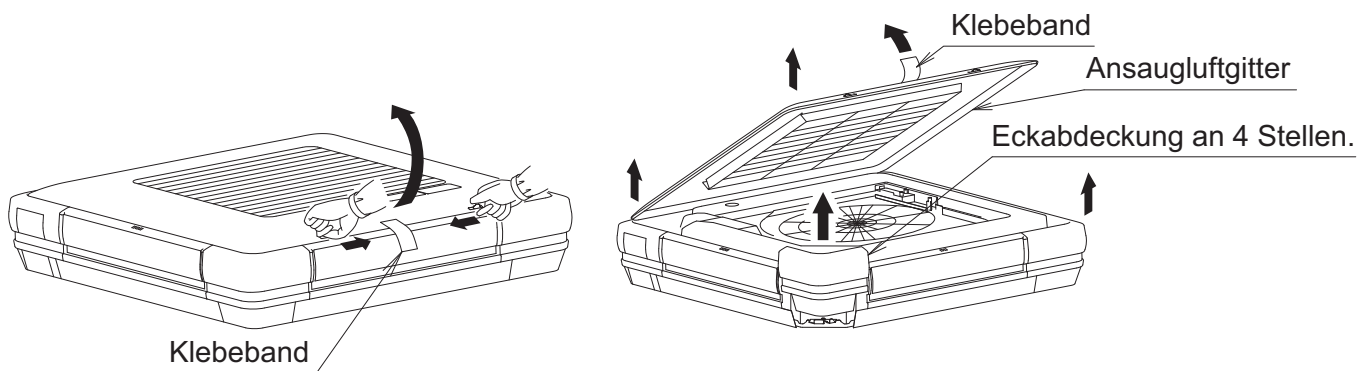

Abb. 8
**(3) Entfernen Sie die Teile des Innengeräts.**
**Entfernen Sie das Ansaugluftgitter. (Siehe Abb. 8)**